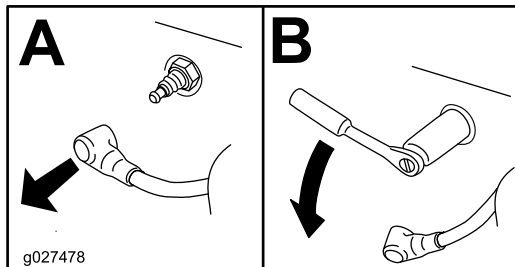

Figura 39
4. Retire la bujía (Figura 39).